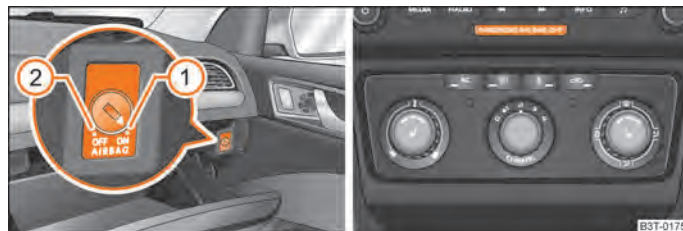

Fig. 152 Compartimento guardaobjetos: Conmutador para airbag frontal del acompañante/testigo para desconexión de airbag del acompañante
- si los airbags están desactivados, este estado se señala luciendo en el centro del tablero de instrumentos el testigo en el OFF rótulo **PASSENGER AIR BAG OFF** ⇒ fig. 152.
⇒ fig. 152 - lado izquierdo.
- Controlar que con el encendido conectado se encienda también el testigo de airbag en el rótulo **OFF PASSENGER AIR BAG OFF** de la parte central del tablero de instrumentos ⇒ fig. 152 - lado derecho.
- Controlar que con el encendido conectado no se encienda también el testigo de airbag en el rótulo **OFF PASSENGER AIR BAG OFF** de la parte central del tablero de instrumentos ⇒ fig. 152 - lado derecho.
El testigo de control del airbag se encuentra en la parte central del cuadro de instrumentos ⇒ fig. 152 - lado derecho.